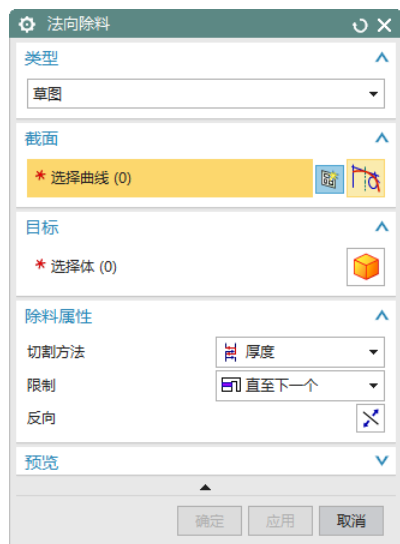

图 11-130 “法向除料”对话框
(1) 选择“菜单(M)”→“插入(S)”→“切割(T)”→“法向除料(N)”, 或者单击“主页”选项卡“特征”面组上的“法向除料”按钮 , 打开如图 11-130 所示“法向除料”对话框。